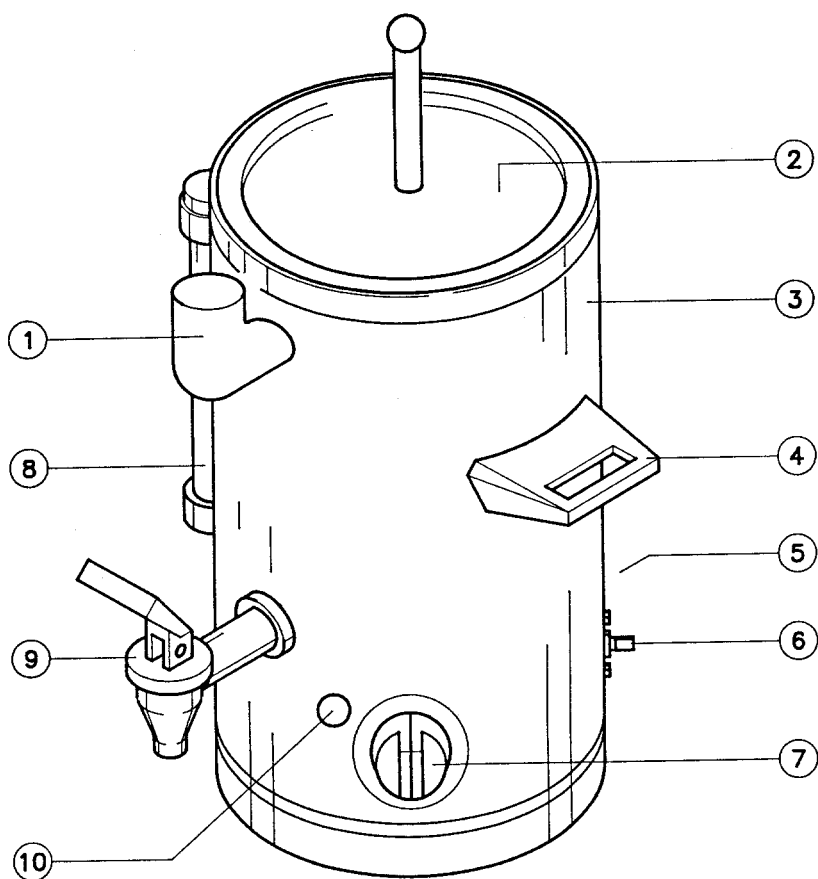

Fig. 1
La Figure 1 présente l'appareil avec ses pièces les plus importantes:
7. La mettre sous tension et positionner le bouton de réglage de la température sur la valeur désirée. La lampe témoin 8 (fig. 1) s'allume.